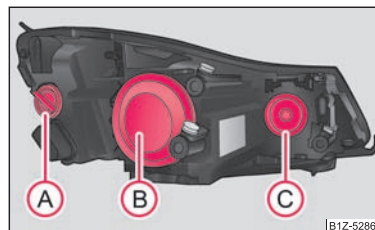

Abb. 192 Scheinwerfer vorn: Einbaulage der Lampen
Positionen der Glühlampen im Scheinwerfer vorn ⇒ Seite 228, Abb. 192.
- Nehmen Sie die Schutzkappe ab (B ⇒ Seite 228, Abb. 192).
- Nehmen Sie die Schutzkappe ab (C ⇒ Seite 228, Abb. 192).